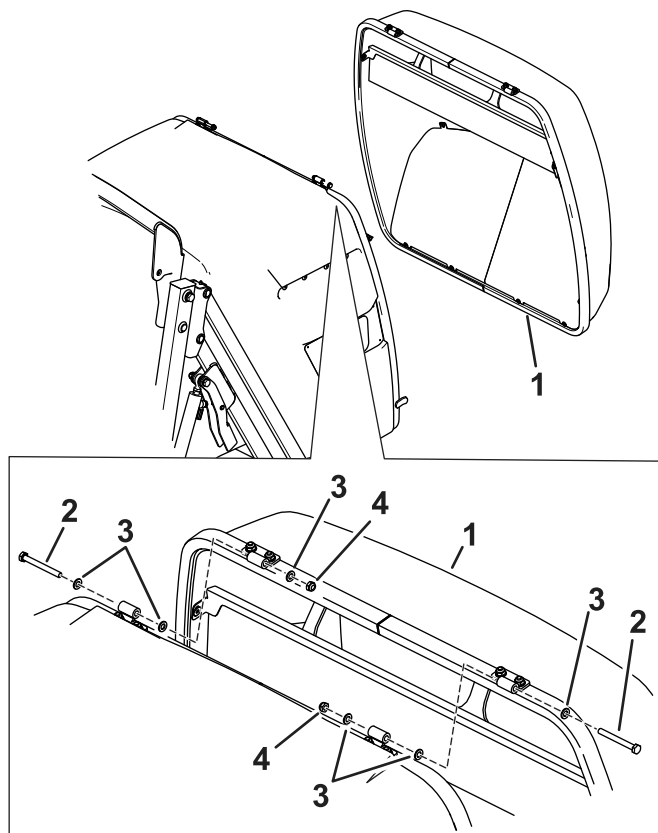

Figure 2
2. Montez la trappe sur la trémie à l'aide des fixations retirées précédemment ; voir Figure 2.